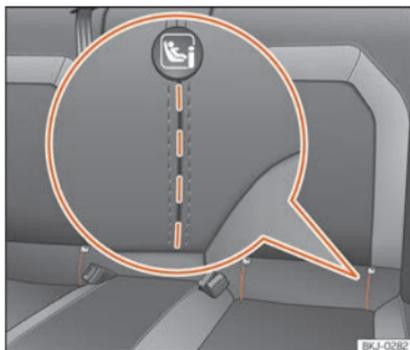

Fig. 24 Banco traseiro: ranhuras recortadas para aceder aos anéis de fixação ISOFIX/iSize.
guns veículos, os anéis estão fixos à armação do banco e noutros ao piso traseiro. Os anéis «ISOFIX» estão situados entre o encosto e o assento do banco traseiro »» Fig. 24. Os anéis Top Tether* estão situados na zona posterior dos encostos traseiros (atrás do en-
- Proceda previamente à abertura manual do recorte situado atrás das ranhuras marcadas para ter acesso às argolas de fixação »» **Fig. 24.**